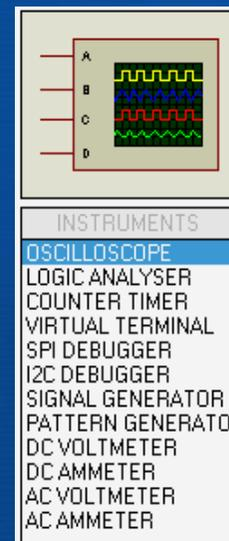

图4-51 虚拟仪器名称列表
Proteus ISIS为用户提供了多种虚拟仪器，单击工具箱中的快捷按钮，可列出所有的虚拟仪器名称，如图4-51所示。
- (1) 用鼠标左键单击图4-51列表区中的“OSCILLOSCOPE”，则在预览窗口中出现示波器的符号图标。
- (2) 在编辑窗口单击鼠标左键，出现示波器的拖动图标，拖动到合适的位置，再次单击左键，示波器就被放置到原理图编辑窗口中。